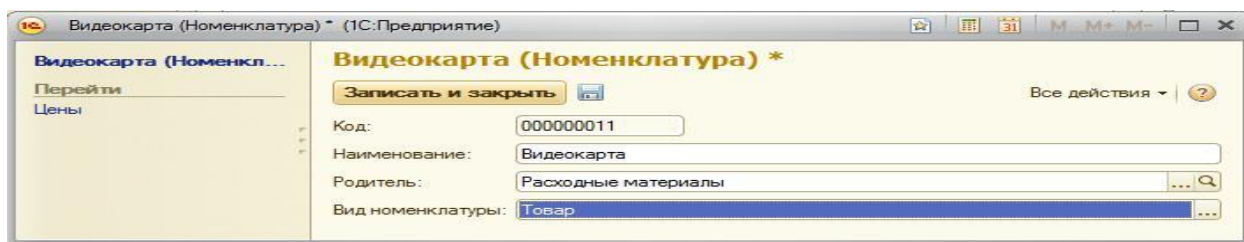

Рис. 82
■ запустите 1С: Предприятие в режиме отладки и задайте для каждого элемента справочника Номенклатура соответствующее значение реквизита Вид номенклатуры (рис. 82).